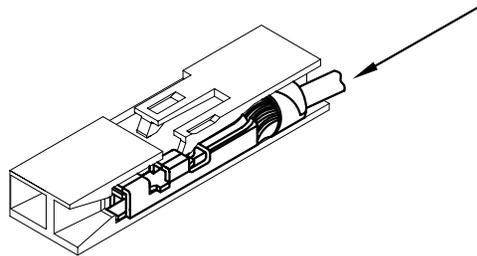

FIGURE 1
4. TO LATCH TERMINAL; PUSH AS SHOWN IN FIGURE 1. BE SURE THAT LATCH SNAPS DOWN.